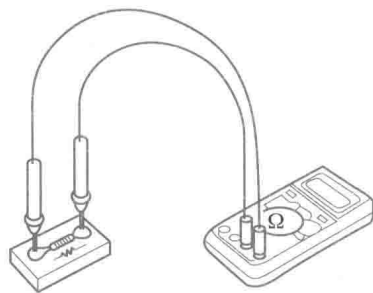

图 2-6 电阻的测量
5. 如图 2-6 所示,将两支表笔的测试端接到被测电阻 R 两端的导电部分,保持良好接触,被测电阻值将同时显示在显示屏上。